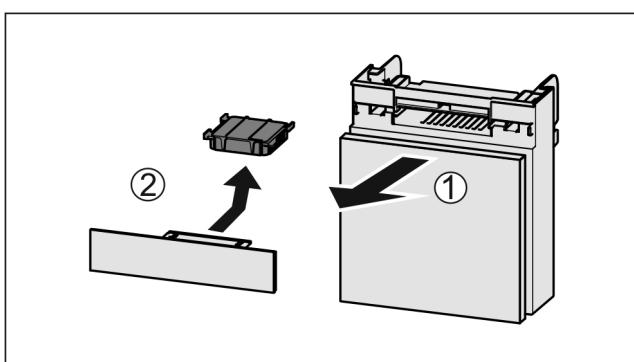

Fig. 118
- Vytiahnite zásuvku smerom dopredu Fig. 118 (1).
- Vyberte aktívny uhlíkový filter Fig. 118 (2).